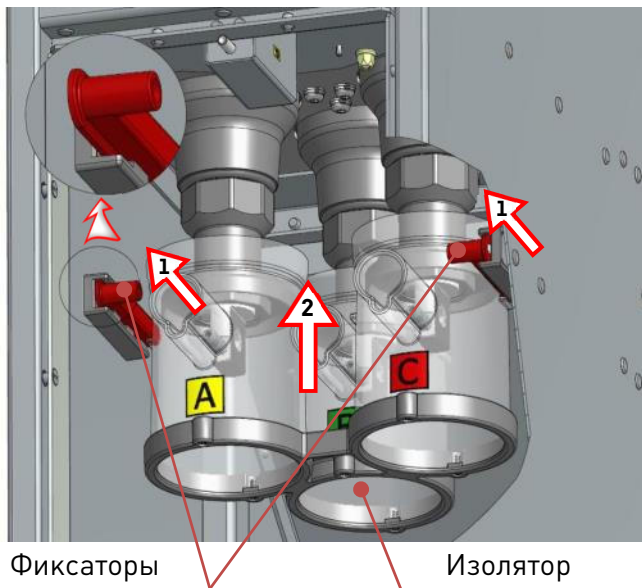

Рис.5.7. Расфиксация изолятора
1. Опустить изоляторы КДТН всех шкафов в штатное положение, рисунок 5.7.